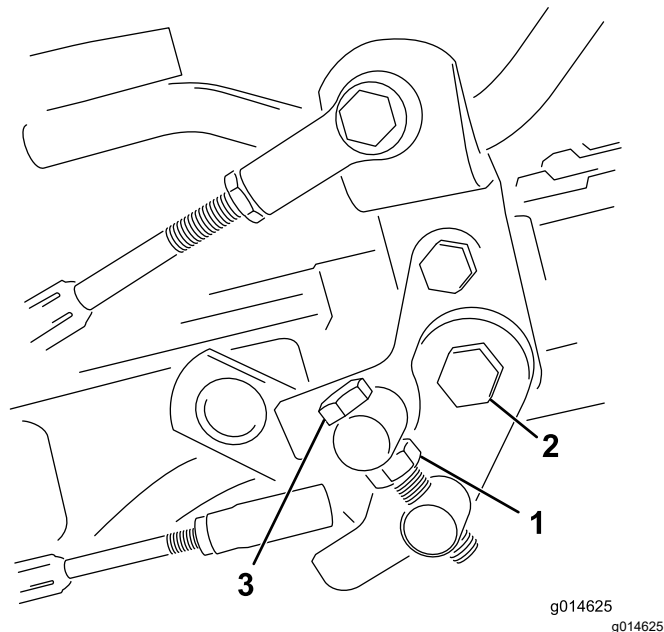

図 46
1. トラニオンボルトのジャムナットをゆるめる図 46。
4. トラニオンボルトのジャムナット、およびペダルピボットのナットを締め付けて調整を固定する図 46。調整を確認し、必要に応じて再調整する。